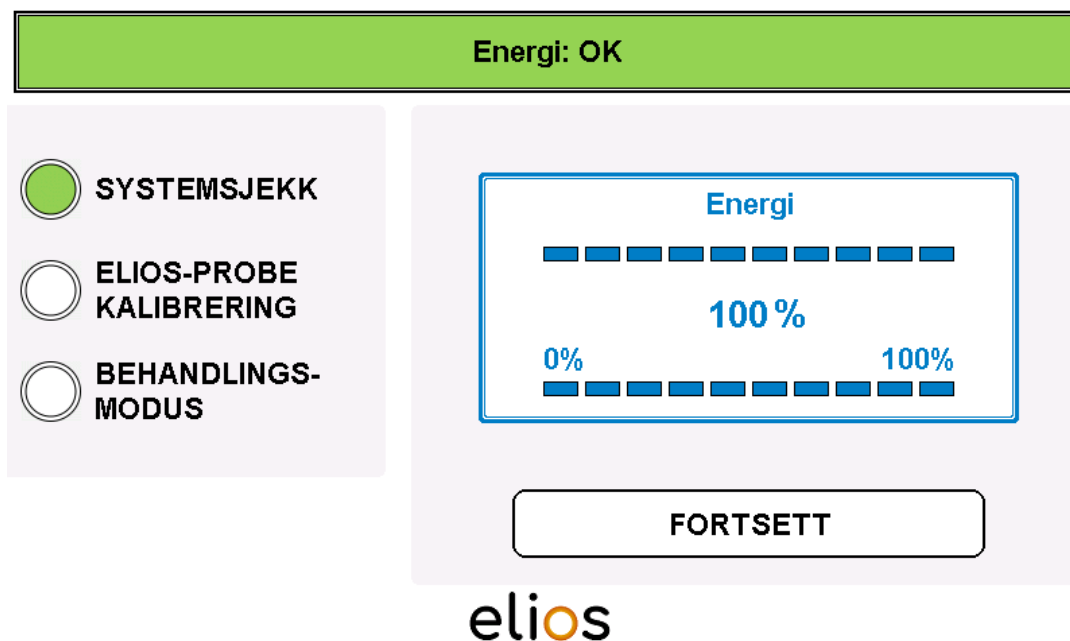

Fig. 4-3: Intern energikontroll
- Så snart fotbryteren slippes, kan knappen «**CONTINUE**» (FORTSETT) trykkes ned for å gå videre til ELIOS PROBE CALIBRATION (ELIOS-PROBEKALIBRERINGEN) (Fig. 4-3).